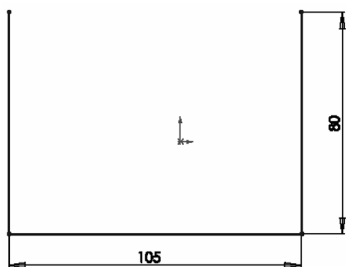
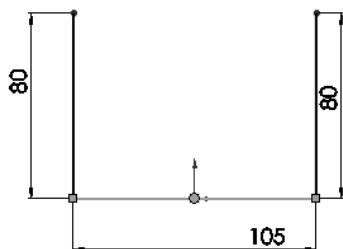

图 10-146 绘制草图 1
图 10-147 添加“中点”约束
2) 绘制草图。在左侧的 FeatureMannger 设计树中选择“前视基准面”作为绘图基准面, 然后单击“草图”控制面板中的 (边角矩形) 按钮, 绘制一个矩形。将矩形上直线删除, 标注相应的智能尺寸, 如图 10-146 所示。将水平线与原点添加“中点”约束几何关系, 如图 10-147 所示, 然后单击 (退出草图) 按钮。